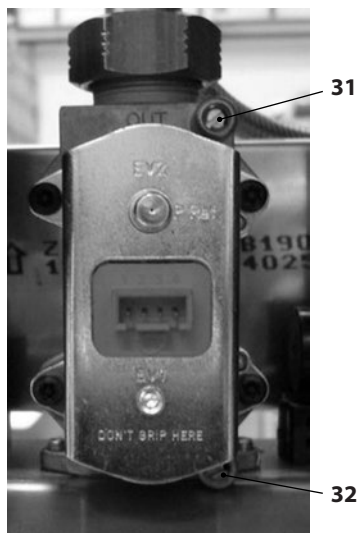

Figura 7.1
A caldaia spenta (fuori servizio), controllare la pressione di alimentazione utilizzando la presa 32 in Figura 7.1 e confrontare il valore letto con quelli riportati nella tabella Pressioni di alimentazione gas nella sezione "Dati tecnici M296G.24SV" a pag. 24.
- Richiudere bene la presa di pressione 32 in Figura 7.1.
- Aprire la presa di pressione 31 in Figura 7.1 e collegare un manometro.